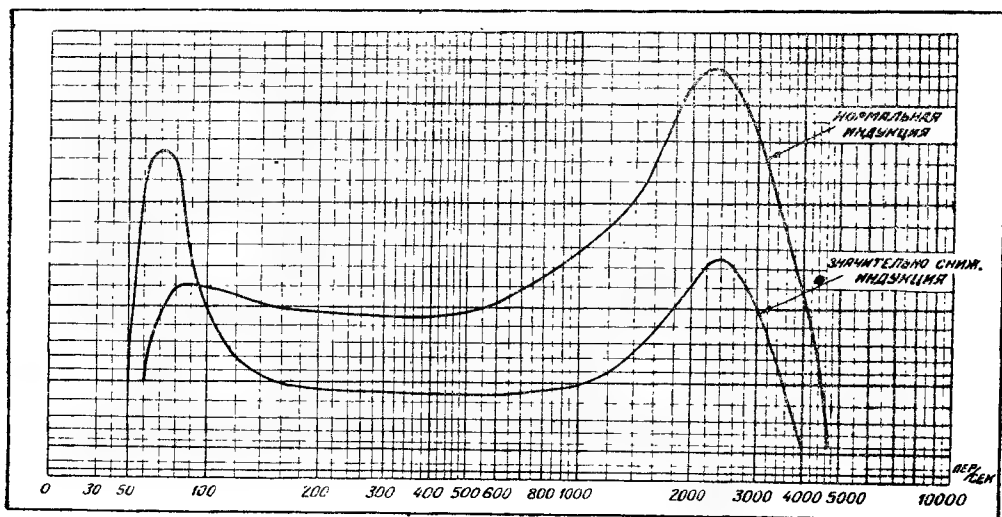

Рис. 5. Частотные характеристики динамика в зависимости от индукции в зазоре
2. Частотная характеристика динамического громкоговорителя меняется при изменении тока возбуждения, т. е. разным уровням звуковой частоты на входе будут соответствовать различные частотные характеристики громкоговорителя. Снижение индукции в зазоре вызывает относительный подъем характеристики на низких частотах, вблизи частот собственных колебаний механической системы. Иными словами, при малых уровнях на входе будет происходить подчеркивание низких частот (рис. 5). Последнее обстоятельство полностью подтверждается экспериментально полученным материалом.